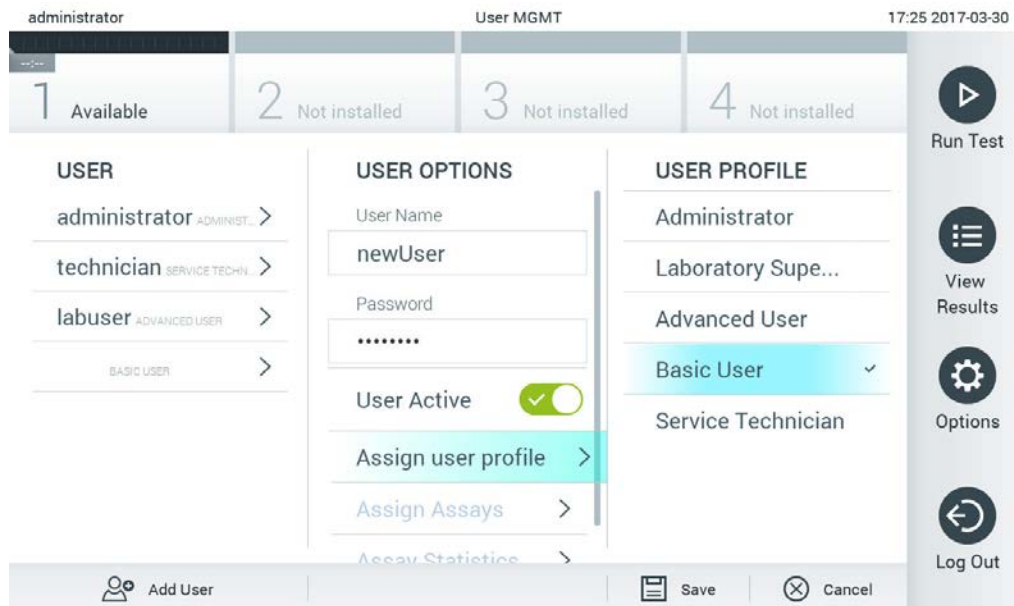

Figura 58. Alocarea unui profil de utilizator unui utilizator nou.
4. Apăsați **Assign User Profile** (Alocare profil de utilizator) și alocăți profilul de utilizator corespunzător (din lista din dreapta a zonei de conținut) noului utilizator (Figura 58).